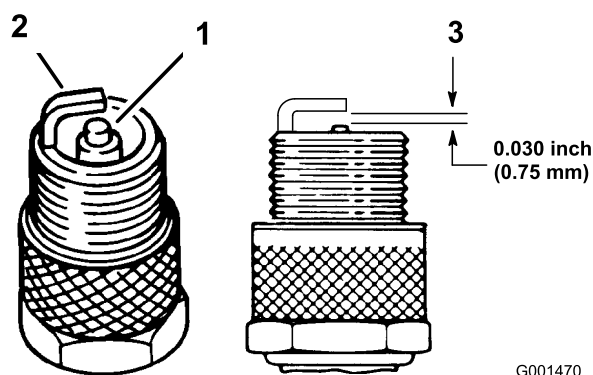

Figura 40
1. Mire la parte central de las bujías (Figura 40). Si se observa un color gris o marrón claro en el aislante, el motor está funcionando correctamente. Si el aislante aparece de color negro, significa que el limpiador de aire está sucio.
3. Compruebe la separación entre los electrodos central y lateral (Figura 40). Si la distancia no es correcta, doble el electrodo lateral (Figura 40).
3. Conecte los cables a las bujías (Figura 40).